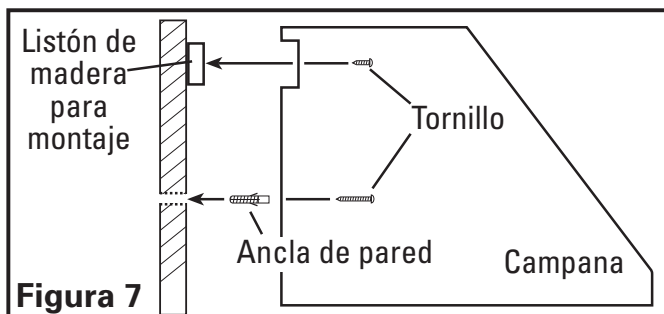

Figura 7
3. Apoye la cavidad en la parte posterior de la campana sobre el listón de madera y marque los lugares para taladrar sobre la pared para instalar los anclajes en la parte trasera e inferior de la campana. Retire la campana e instale los anclajes para pared (Figura 7).
4. Apoye la cavidad en la parte posterior de la campana sobre el listón de madera y asegure la campana a dicho listón con los tornillos de 19,05 mm incluidos a través de los orificios en la parte posterior de la campana que coinciden con el listón de madera (use 6 tornillos para anchos de 762 mm y 914,4 mm y 8 tornillos para anchos mayores) Asegure la parte inferior de la campana instalando los tornillos suministrados en los anclajes de pared (Figura 7).